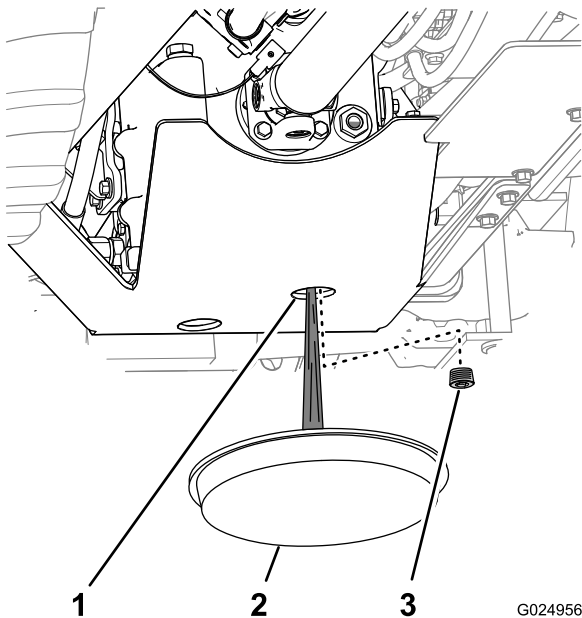

Figura 100
2. Posicione uma bandeja de drenagem sob o orifício dianteiro na proteção da transmissão (**Figura 100**).
3. Através da proteção da transmissão, limpe a área em torno do bujão de drenagem da transmissão (**Figura 100**).